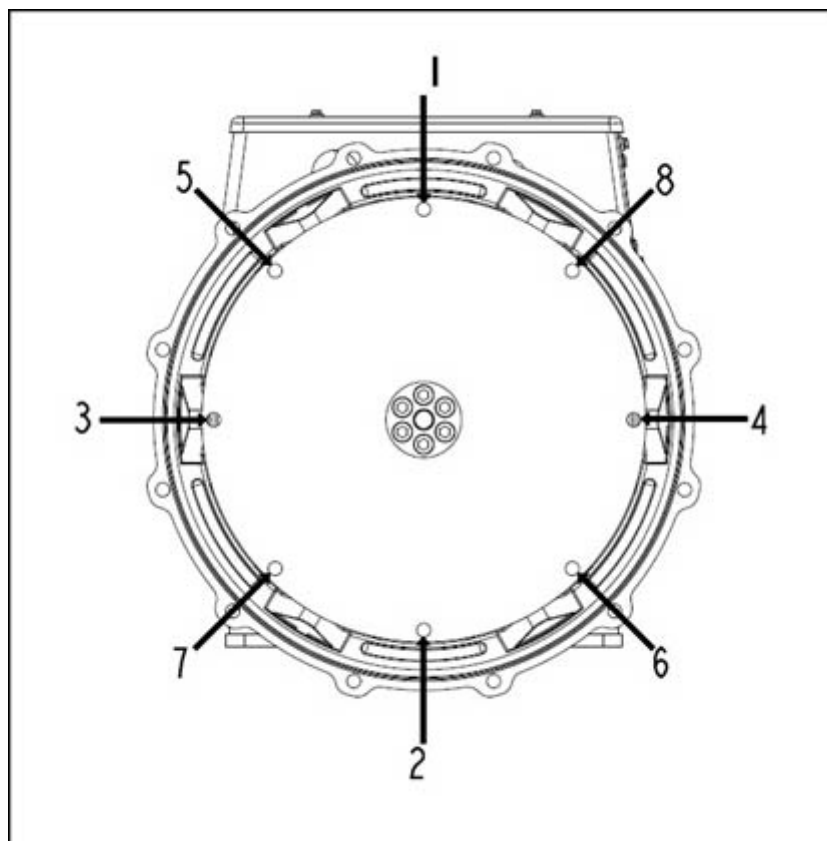

FIGURA 23. SEQUÊNCIA DE FIXAÇÃO NO VOLANTE DO MOTOR
10. Aperte os parafusos para fixar o disco de acoplamento ao volante do motor, de acordo com a sequência ilustrada em Figura 23 na página 43.